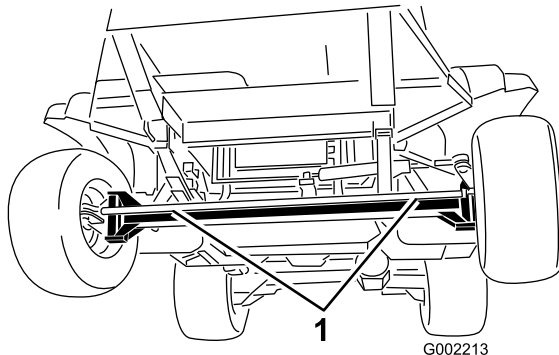
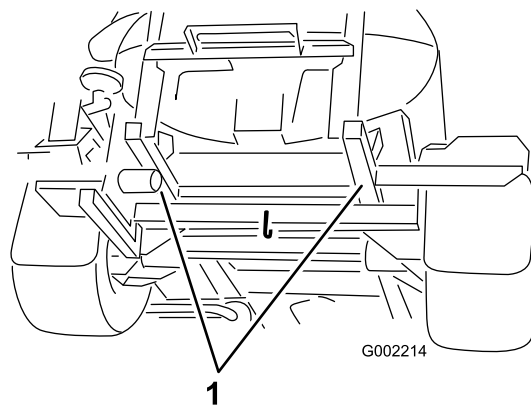

Figure 30
Figure 31
2. Accrochez un câble de remorquage au châssis. Reportez-vous aux points de remorquage avant et arrière dans les Figure 30 et Figure 31.